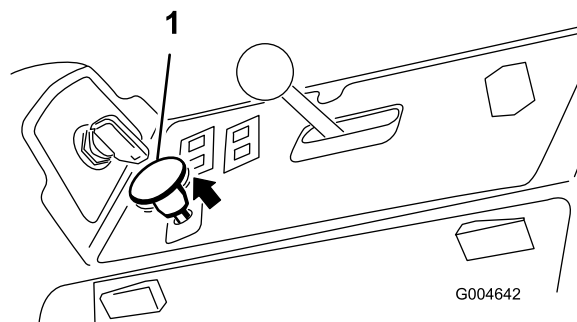

図 23
3. PTO スイッチを引くと PTO が作動を開始する（図 23）。